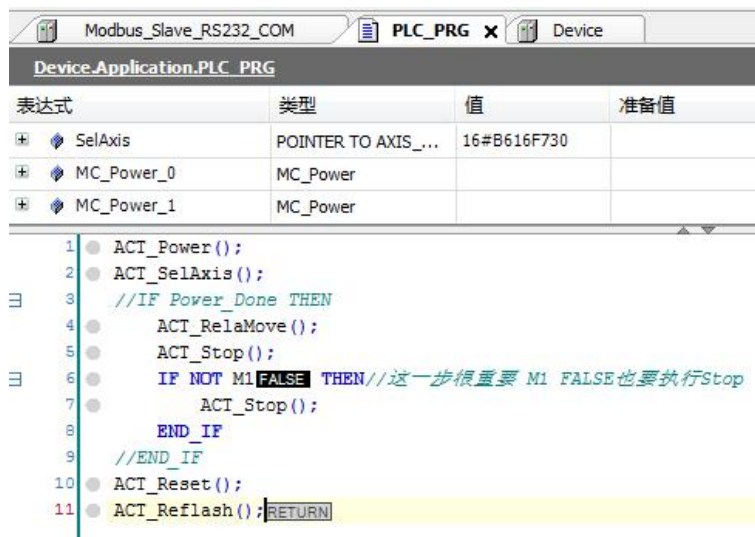

图4.49 程序运行结果
5) 完成控制器程序编程，编译OK后连接控制器，将程序下载到控制器中，点击运行按钮或者按F5，运行程序，如图4.49所示。